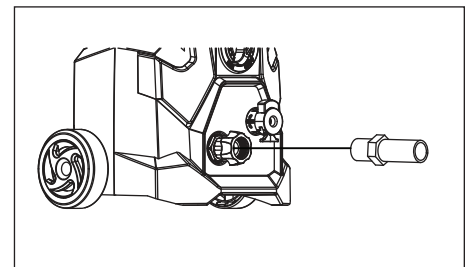

Figura 8 - Conecte la manguera de jardín a la unidad.
4. Conecte la manguera de jardín a la unidad (ver la figura 8).